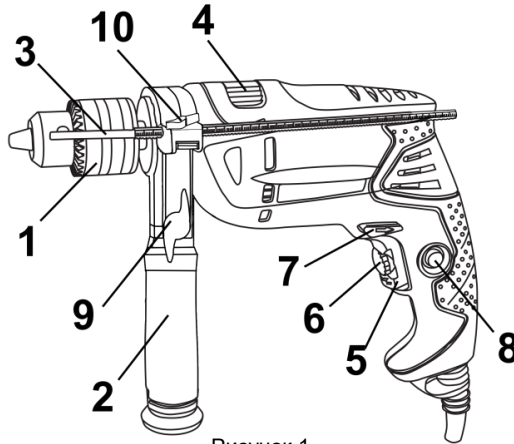

Рисунок 1
Виріб має два режими свердління: ударно-обертальний і обертальний. Перемикач режимів роботи виробу здійснюється переведенням перемикача (4) (див. рис.1) У крайні позиції до відповідного символу режиму роботи:
- ударно-обертальний режим - перемикач (4) повинен бути переведеним до упору у бік символу **T** ;
- обертальний режим - перемикач (4) повинен бути переведеним до упору у бік символу **Q**.
4.2 Виберіть необхідний режим роботи виробу за допомогою перемикача (4) (див. рисунок 1). Перемикач режимів роботи виробу здійснюється переведенням перемикача (4) (див. рис. 1) з одного крайнього положення в інше в бік відповідного символу режиму роботи:
- ударно-обертальний режим - перемикач (4) повинен бути переведеним до упору у бік символу **T**;
- обертальний режим - перемикач (4) повинен бути переведеним до упору у бік символу **2**.